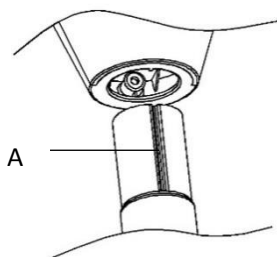

Fig. 4
3. Prestare attenzione alla posizione della scanalatura e dei fori di fissaggio; posizionare l'unità principale sul tubo di supporto (Fig. 4 e 5: A = scanalatura; B = fori di fissaggio).